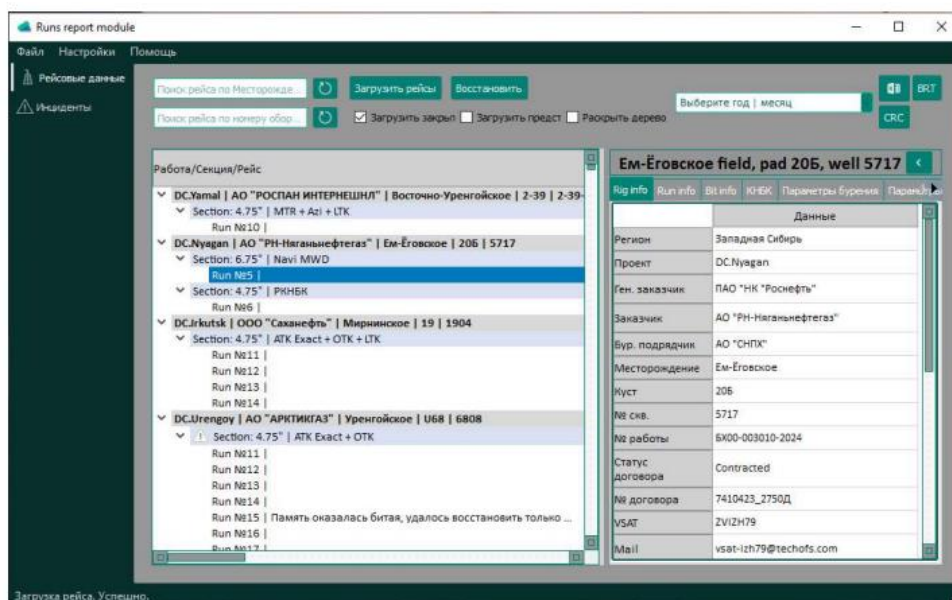

Рис.9
1. Для работы с данными по рейсам необходимо перейти в модуль “Рейсовые данные” (рис.9).